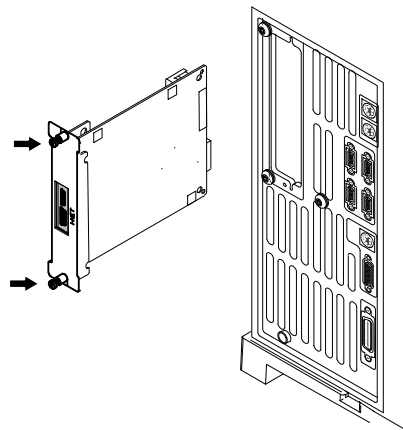

Figure 30 Retrait de la carte LAN
- 8** Si le CPG est équipé d'une carte MIO (carte LAN), dévissez les deux vis de fixation et retirez la carte en la soulevant (voir Figure 30).